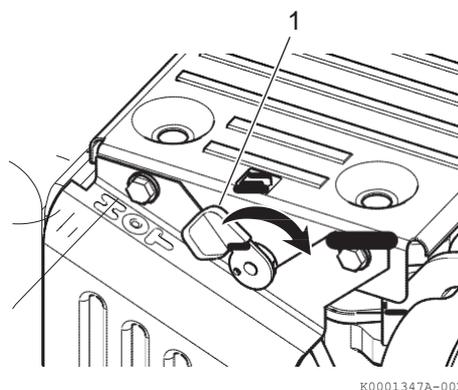

Figure 4
Le levier de décompression **(Figure 4, (1))** est une aide au démarrage manuel permettant de réduire l'effort requis pour tirer la poignée du lanceur. Le levier de décompression revient automatiquement en position initiale après le démarrage du moteur. Voir également les instructions spécifiques à la machine entraînée.